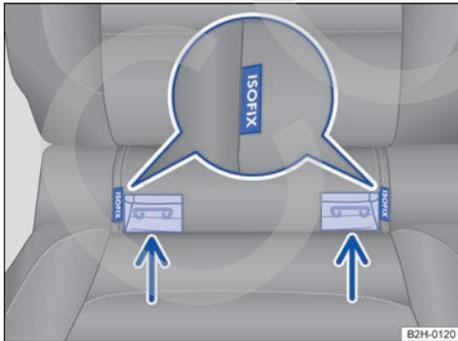

Fig. 65 Señalización en el asiento del vehículo de los puntos de anclaje inferiores para el asiento para niños.
- Encaje el asiento para niños en las argollas de sujeción en el sentido de las flechas ⇒ fig. 65. Las aberturas para encajarlo se encuentran en vertical junto a los rótulos de ISOFIX. El asiento para niños deberá encastrar de forma segura y audible.
- Coloque el asiento para niños sobre la banqueta del asiento y fije los ganchos de los cinturones de fijación a las argollas de sujeción ⇒ fig. 65.